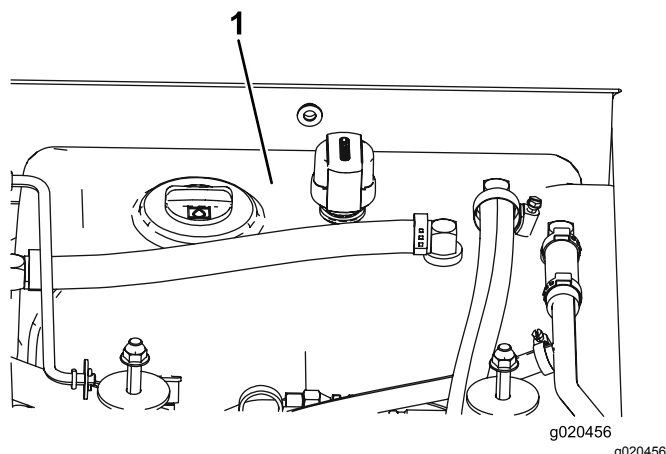

Рисунок 100
4. Залейте гидравлическую жидкость в бак (Рисунок 100); см. Проверка гидравлической жидкости (страница 78).